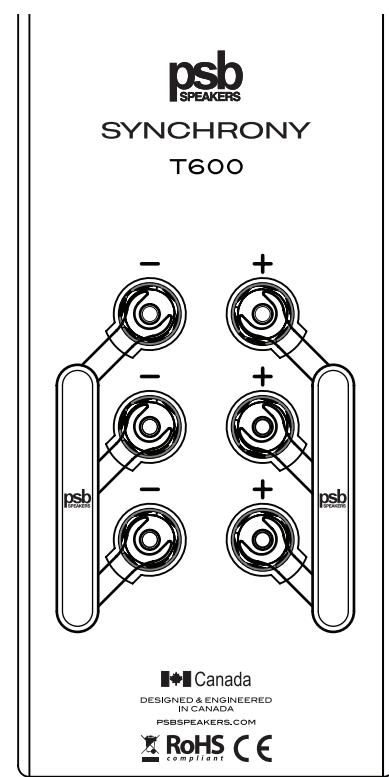

Figure 2 / Figura 2
**(EN)** Speaker Terminal Jumper Bars (Figure 2 / 3)
**(FR)** Cavaliers des bornes de haut-parleur (Figure 2 / 3)